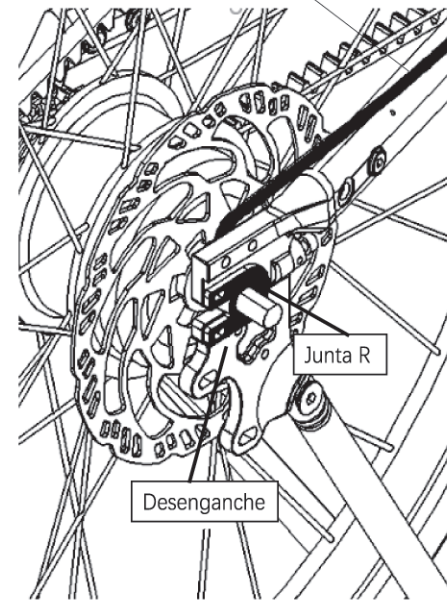

Figura 33.
h. Encuentre cuatro tornillos de la junta R M4\*12 en la caja de accesorios, y utilice una llave Allen de 3 mm para bloquear las juntas R en las punteras izquierda y derecha. La dirección de apertura de la junta R es la misma que la de la puntera, y la dirección de estampado de la junta R está cerca de la puntera, como se muestra en la Figura 33.